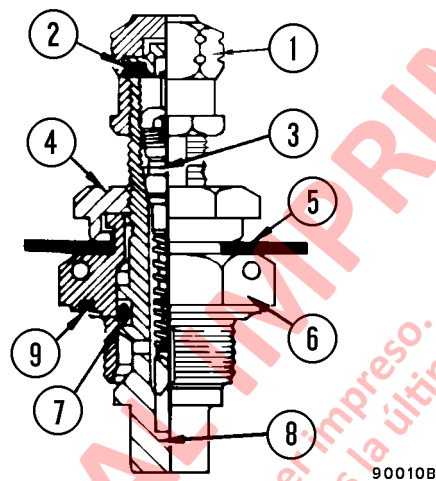

FIGURA 3-2. VÁLVULA DE CARGA
2. Retire la tapa de la válvula de carga (1, Figura 3-2), afloje la tuerca giratoria (4) (hexagonal pequeña) en la válvula de carga y gírela hacia la izquierda tres veces para liberar el sello de la válvula. Conecte el kit de carga.